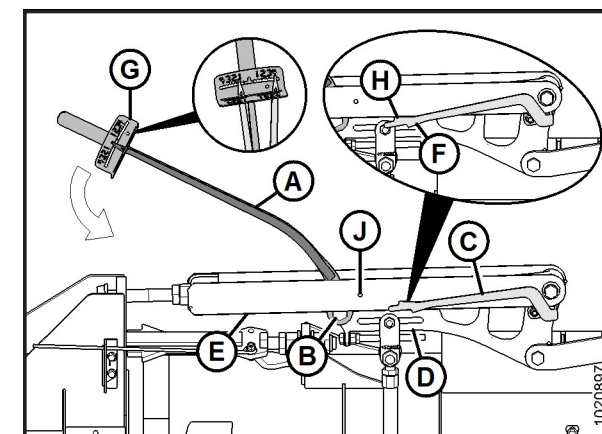

Рис. 9. Регулировочный механизм балансировки крыльев, слишком тяжелая настройка крыльев (показана левая сторона, правая является зеркальным отображением)
6. Передвиньте крыло вниз с помощью динамометрического ключа (А), пока верхний центровочный выступ (H) не окажется на одной линии с нижней кромкой верхнего соединения (Е). См. рис. 9. Снимите показание индикатора (G) на ключе и запишите его.